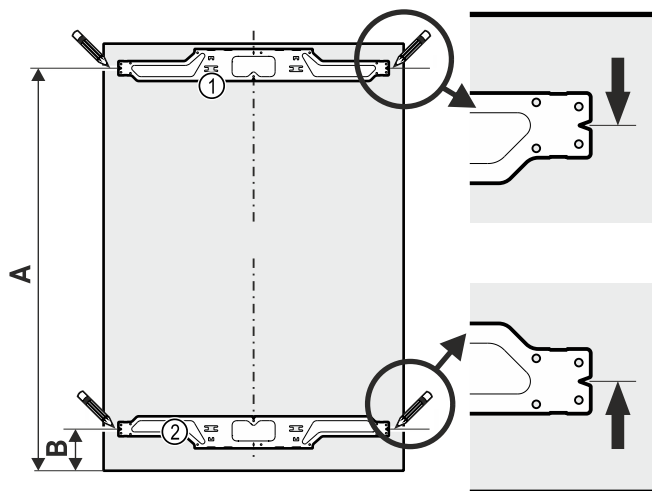

Fig. 29
- Marquer la ligne dans l'écart Fig. 29 (A).
- Marquer la ligne à distance Fig. 29 (B) du côté inférieur de la façade du meuble.
- Aligner l'équerre de fixation supérieure Fig. 29 (1) à distance Fig. 29 (A) et la monter avec au moins six vis 4x14.
- Aligner l'équerre de fixation inférieure Fig. 29 (2) à distance Fig. 29 (B) et la monter avec au moins six vis 4x14.